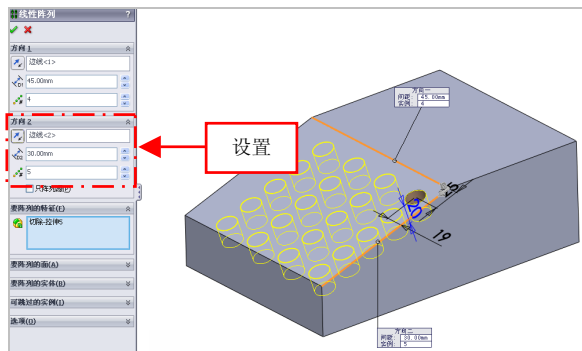

图 6-49 设置参数值
(5) 选择右侧边线为方向 2，单击【反向】按钮，设置【间距】为 30、【实例数】为 5，如图 6-49 所示。